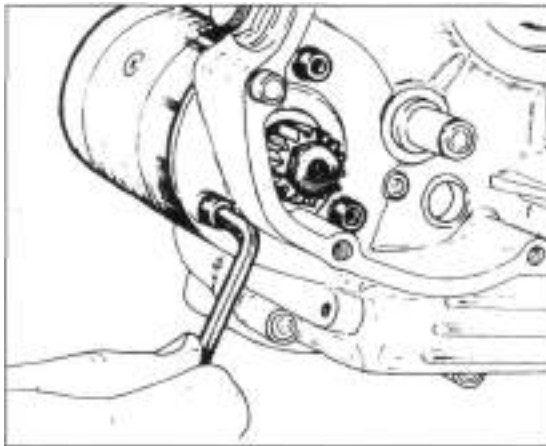

Bild 88
- Drei Befestigungsschrauben herausdrehen und Starter abnehmen (Bild 88).